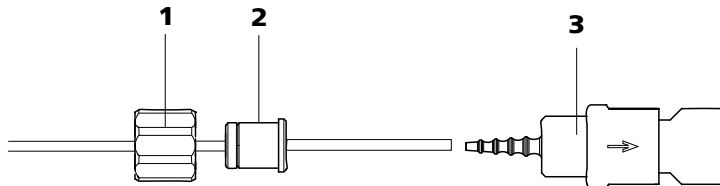

Figura 22 Instalación de una conexión de tubo de bomba con filtro
- **Caso A:** Conecte una conexión de tubo de bomba **con filtro** 6.2744.180 (véase Figura 22, página 42) o